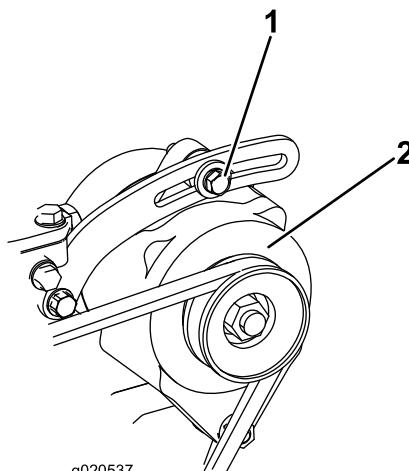

Figure 69
- Desserrez le boulon de fixation de l'alternateur (Figure 69).